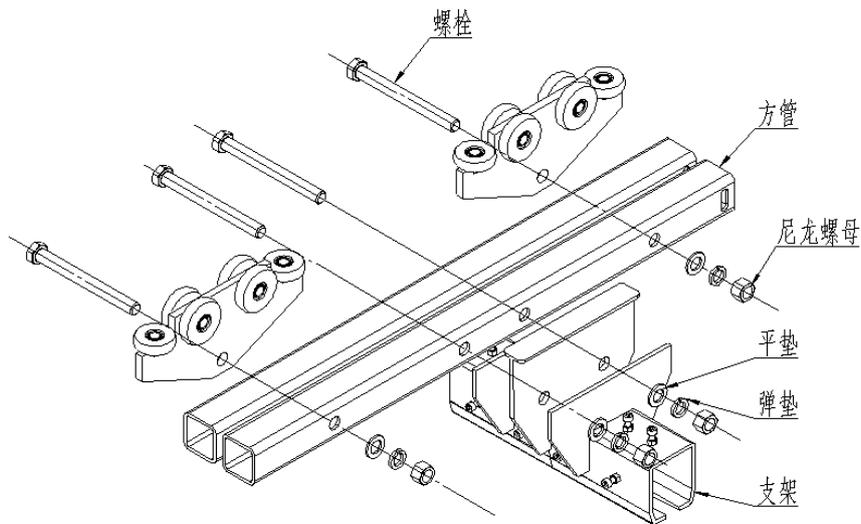

图 3D
- 3.9 确定加长型型轨小车的方管、支架、承重板以及所需的紧固件齐全(图 3D)。
- 3.10 将加长型型轨小车的方管安装到支架中，穿入连接螺栓（图 3D）。
- 3.11 将尼龙螺母置于每个螺栓的端部，紧贴型轨小车的支架拧紧（图 3D）。